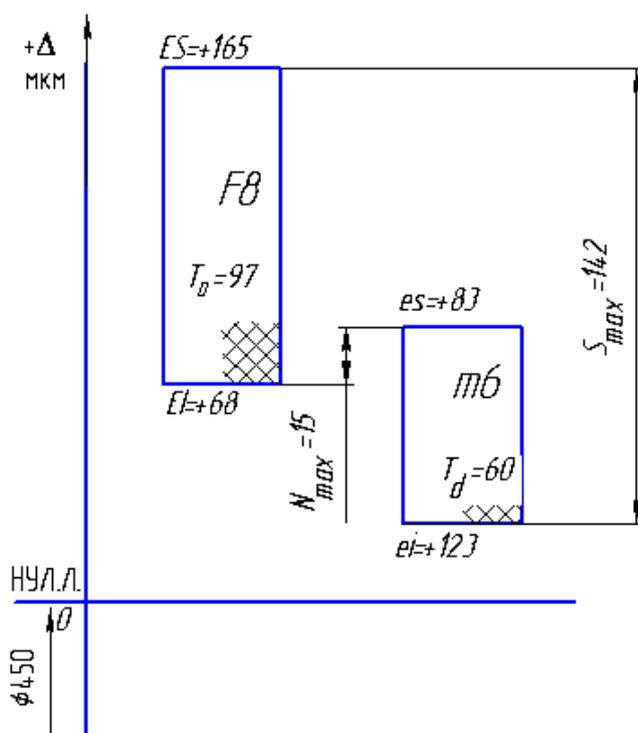

Рис.5. Схема расположения полей допусков переходной посадки
4. Чтобы определить характер посадки, построим схему расположения полей допусков (рис. 5.)